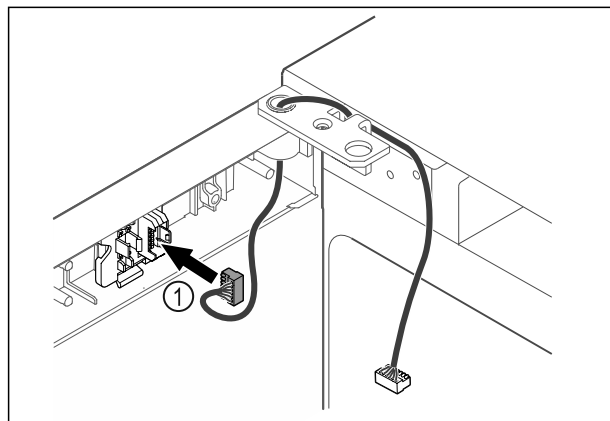

Fig. 45
- Sæt stikket Fig. 45 (1) i stikholderen.